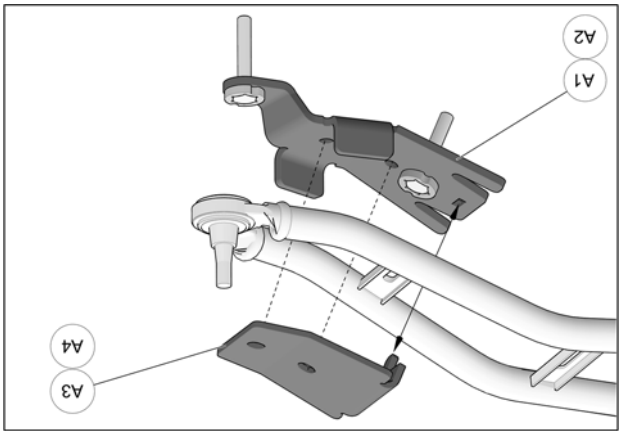

Fig. 17
6. Positionner la partie inférieure de l'ancrage anti-rotation (A1-A2) sous le bras de suspension inférieur. Positionner la partie supérieure (A3-A4) au-dessus du bras de suspension de façon à ce que le tenon de la partie supérieure s'insère dans la mortaise de la partie inférieure. Voir la Fig. 17